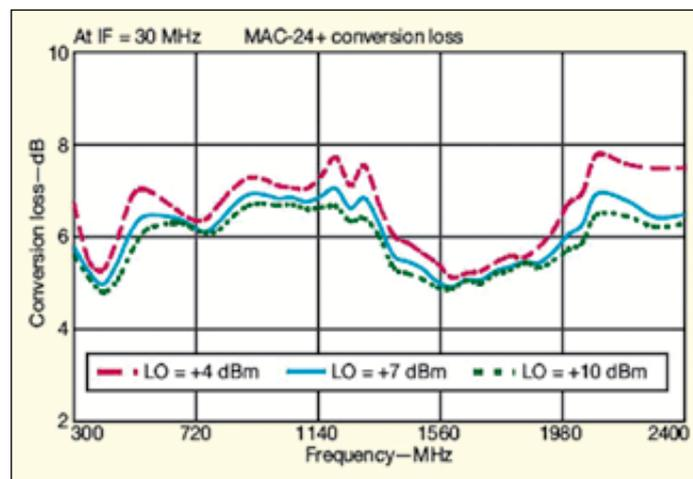

Bild 2: Der MAC-24+ hat einen HF/LO-Bereich von 300 bis 2400 MHz und einen ZF-Bereich von DC bis 700 MHz. Die typische Mischerdämpfung beträgt 6 dB
Z.B. ist das Modell Mac 24+ für einen LO-Pegel von +7 dBm ausgelegt. Wenn LO-Signale mit Frequenzen von 300 bis 2400 MHz und HF-Eingangssignale im gleichen Bereich angelegt werden, liefert der Mischer ZF-Signale von DC bis zu 700 MHz bei einer typischen Mischdämpfung von 6 dB (Bild 2). Er bietet eine hohe Entkopplung zwischen seinen LO und HF-Eingängen, und etwas geringere Entkopplung zwischen den LO- und IF-Ports.